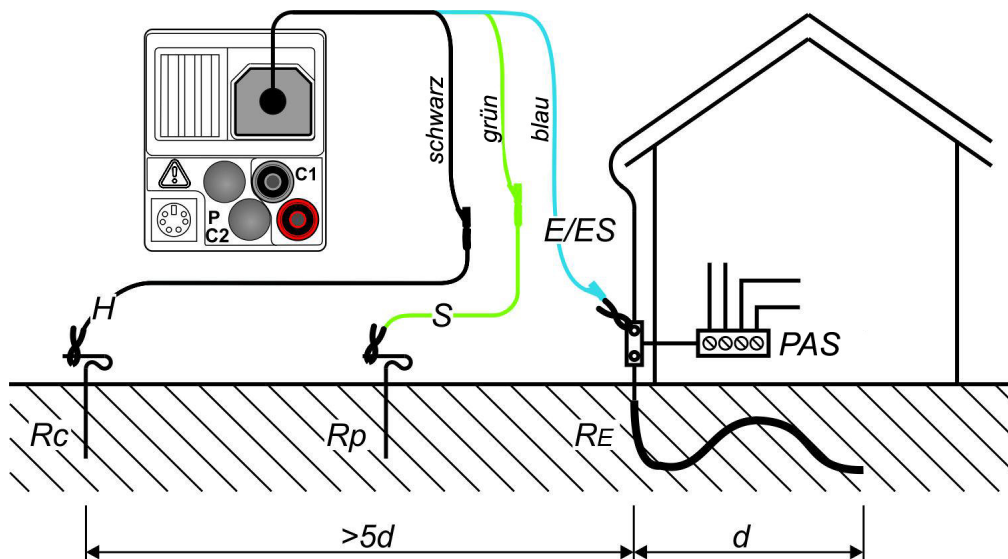

Abbildung 5.33: Anschluss des optionalen Erdungsset (044113) - Messung der Haupterdung -
- Kontaktieren Sie die Prüfleitungen an das Prüfobjekt (siehe Abbildung 5.33 und 5.34).
- ❑ Die Sonden müssen in ausreichendem Abstand vom Prüfobjekt platziert werden. Der Abstand zwischen dem Erder (E/ES) und der Sonde (H) soll mindestens 5-mal größer sein als die Tiefe oder Länge des Erders (siehe Abb. 5.33 und 5.34).